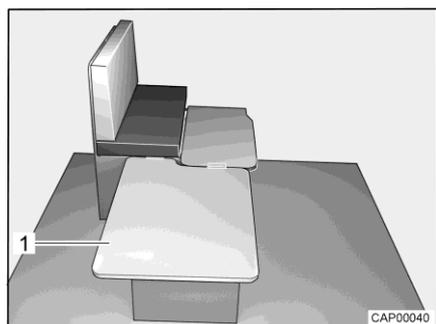

Fig. 37 Durante la trasformazione
- Agganciare la tavola di rinforzo (Fig. 37,1) lateralmente sui sedili e posizionarla sul tavolo.